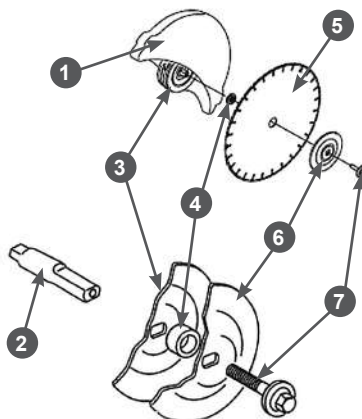
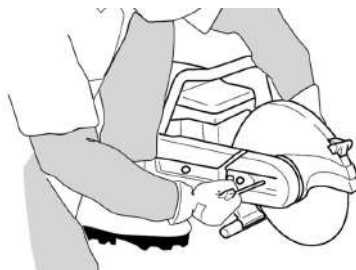

Рис. 4 Установка отрезного диска
Рис. 6 Блокировка вращения диска
2. Открутите болт 7 крепления, снимите прижимную шайбу 6 и переходник 4 (Рис. 4). Убедитесь, что переходник 4 на валу шпинделя 2 соответствует центральному отверстию отрезного диска 5 (Рис. 4).
- Установите отрезной диск. Для этого поместите диск 5 на переходник 4 между внутренней шайбой 3 и прижимной шайбой 6 (Рис. 4). Установите болт крепления 7 (Рис. 4) отрезного диска, не затягивая его. Заблокируйте вращение диска. Вставьте стопор в отверстие режущего узла и поверните диск, пока он не зафиксируется (Рис. 6).